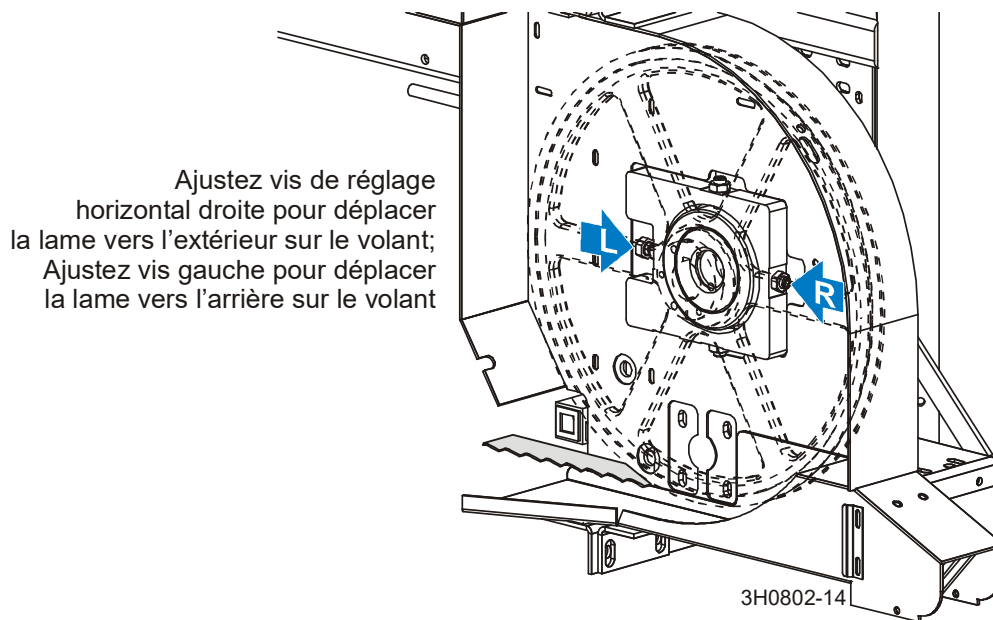

FIG. 7-22
**Voir Figure 7-22.** Utilisez les vis de réglage horizontal pour ajuster le volant entraîneur. Pour déplacer la lame vers l'arrière sur le volant, desserrez la vis d'ajustement située à droite d'un quart de tour. Desserrez le contre-écrou sur la vis d'ajustement gauche et ser-